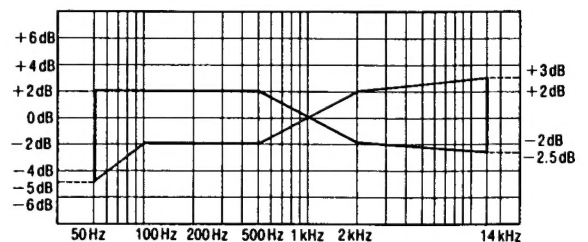

Abb. 9
5. Geben Sie das aufgenommene Signal wieder und achten darauf, daß dieses sich im Vergleich zur Bezugsfrequenz (1 kHz) in dem in **Abb. 9** aufgezeichneten Bereich befindet.